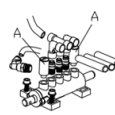

Fig 23
2. Desserrez les silencieux de valve (A) correspondant à la pédale d'ouverture/fermeture de la pince et à la pédale du séparateur de talons ; (Fig. 23)
3. Nettoyez les silencieux à l'air comprimé ; remplacez-les conformément à la liste des pièces détachées s'ils sont endommagés. (Fig. 23)